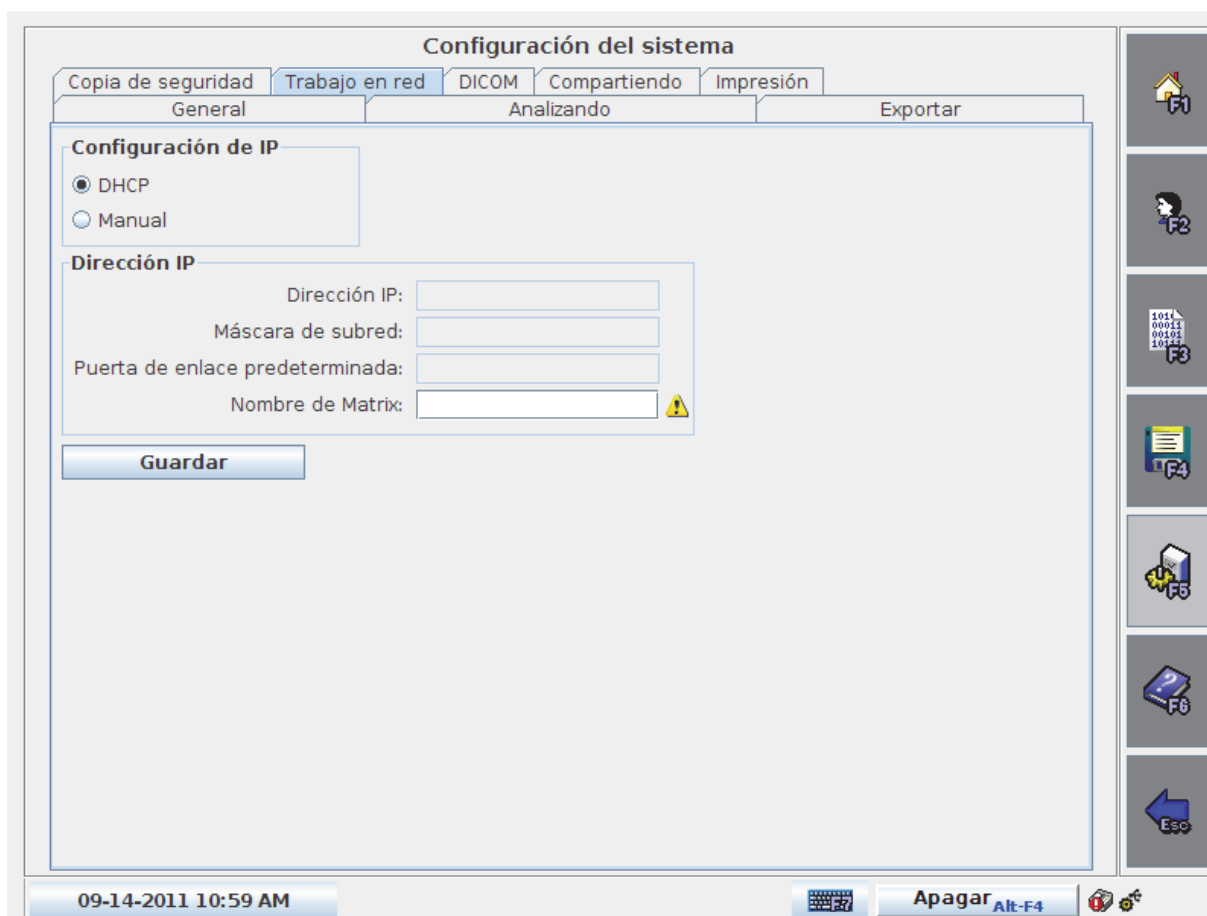

Figura 8-11 System Settings (Configuración del sistema) – Pantalla Networking (Trabajo en red)
1. Seleccione System Settings (Configuración del sistema) (F5) > Networking (Trabajo en red) para mostrar la pantalla NETWORKING (TRABAJO EN RED) (Figura 8-11).